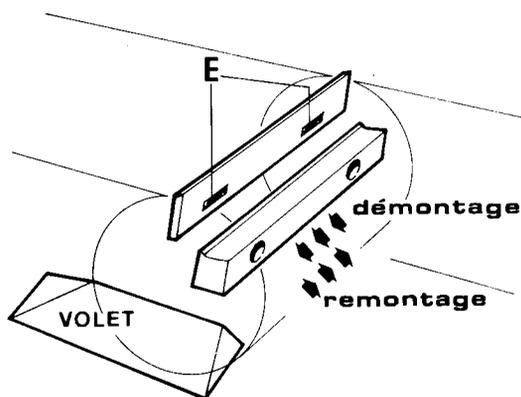

Fig. 2
- 2° Retirer la contre lame (B) en la faisant glisser vers l'extérieur du côté du volet de protection (fig. 2).
- 3° Retirer la lame (C).
- 4° Replacer la nouvelle lame (neuve ou affûtée) en positionnant bien les 2 guides (E), dans les alvéoles de la lame (fig. 2).
- 5° Replacer la contre lame (B) en procédant à l'inverse du paragraphe 2.